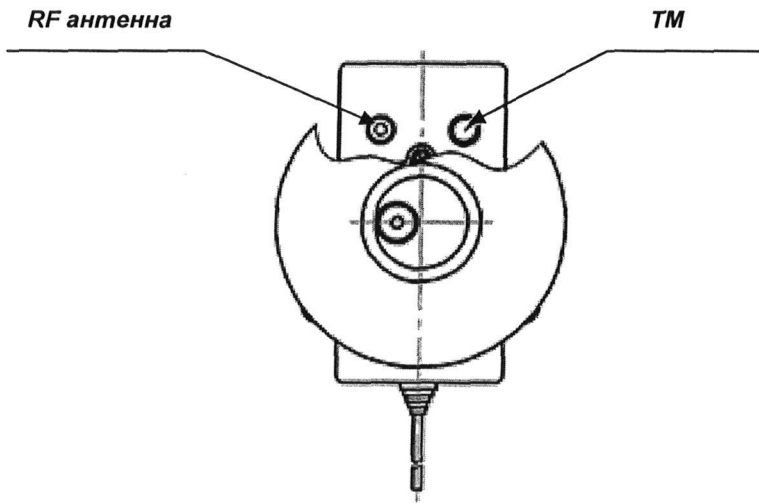

Рисунок 2 – Схема расположения индикатора ТМ ДИЭ
1.24 Испытательный выход ТМ (A/R) в процессе эксплуатации ИПУЭ используется как индикатор функционирования и виден с земли (см. рисунок 2).